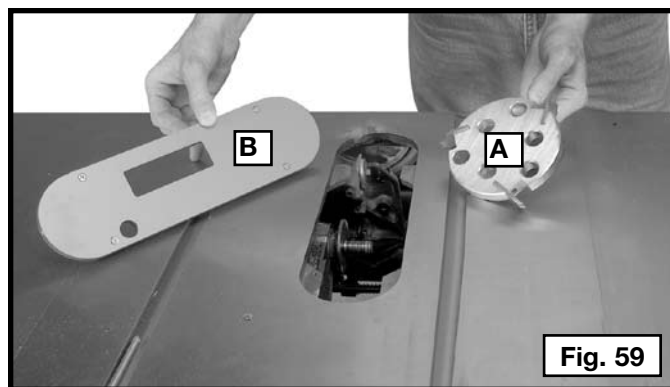

Fig. 59
**▲ ADVERTENCIA:** No utilice un cabezal portacuchilla para moldura (A) Fig. 59 en la posición del bisel. Además, se debe usar el inserto para mesa de cabezal portacuchilla para moldura (B) en lugar del inserto para mesa estándar.
1. Usted puede conectar fácilmente un cabezal portacuchilla para moldura (A) Fig. 59 ensamblado con el eje de la sierra. **Además, se debe usar el inserto para mesa de cabezal portacuchilla para moldura (B) en lugar del inserto para mesa estándar.**